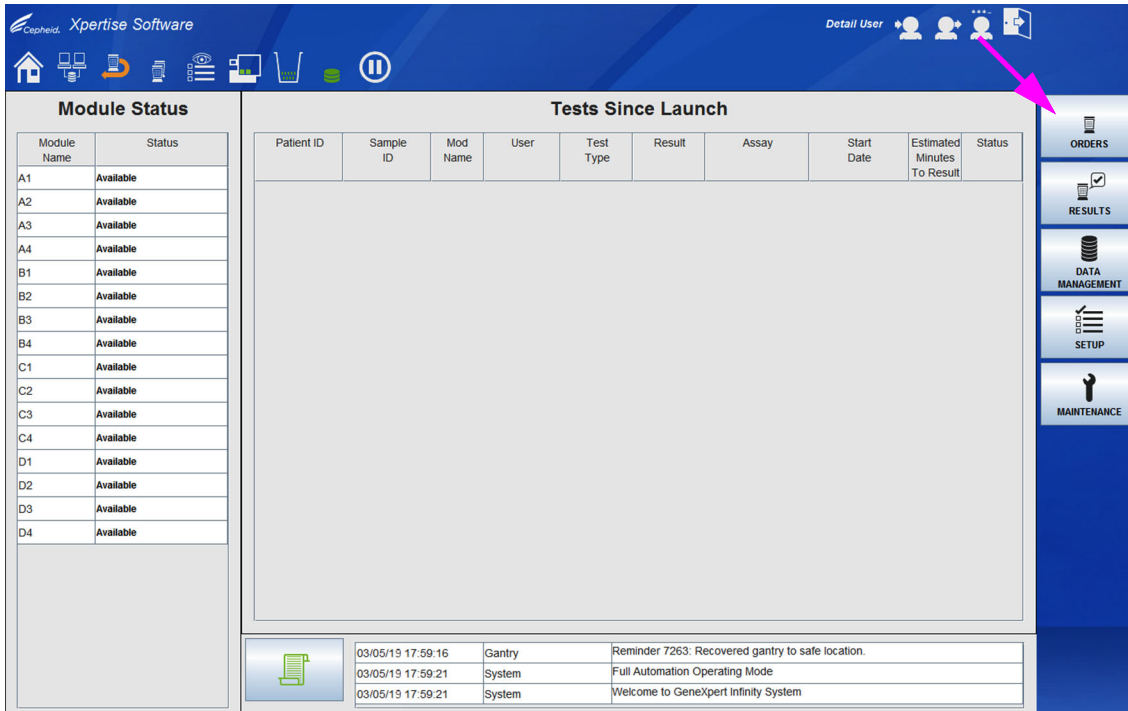
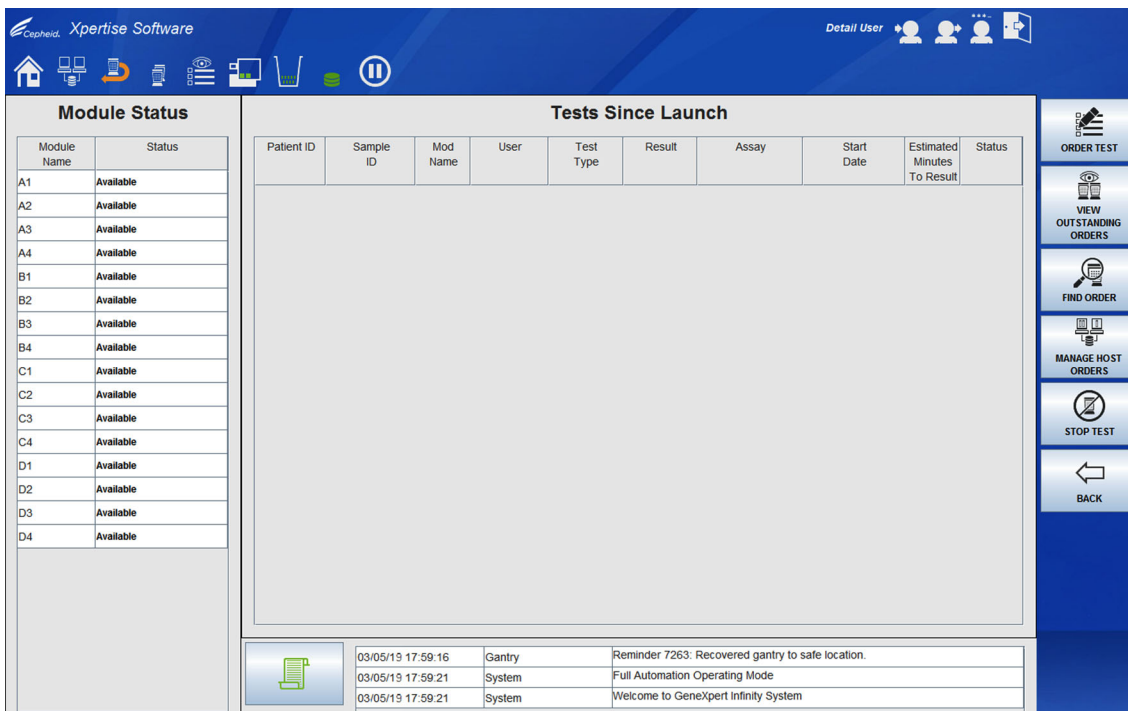
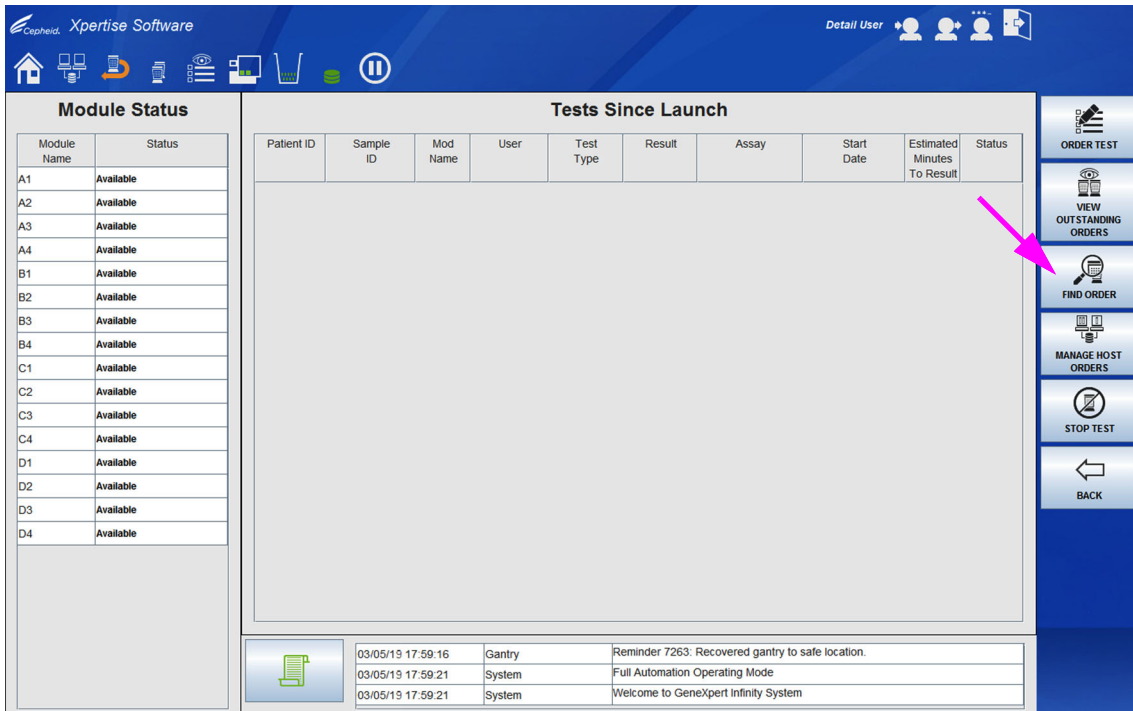
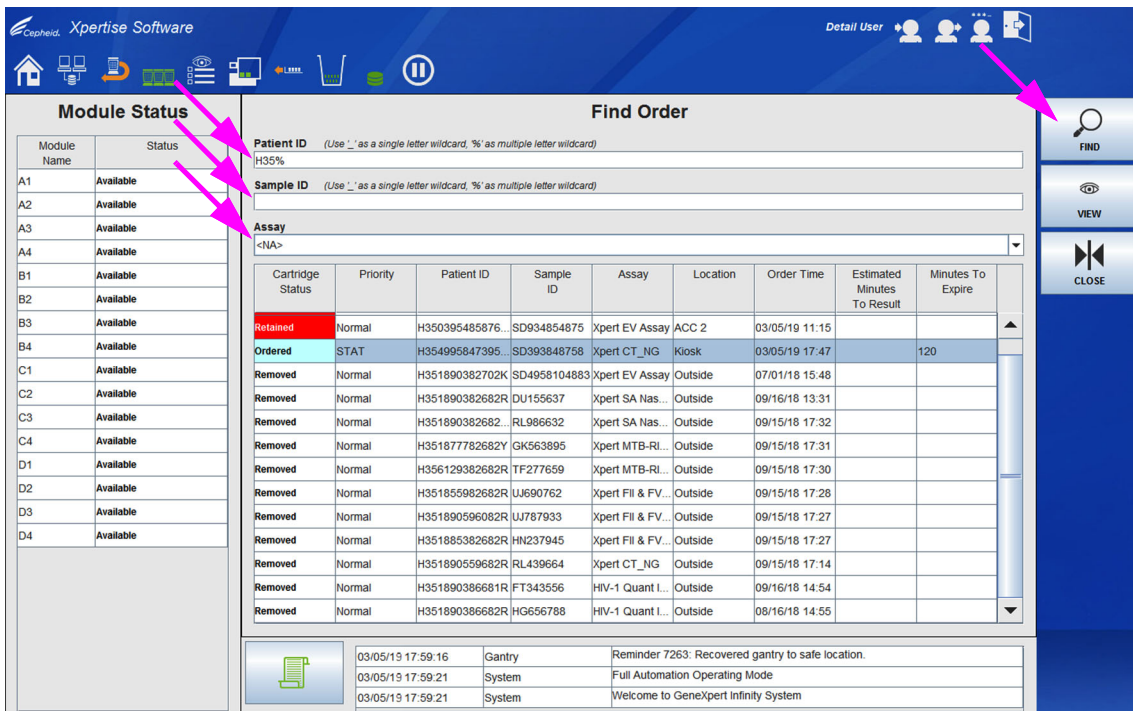

图 10-53. Xpertise 软件主页
图 10-54. Xpertise 软件主页 – 显示的指令菜单
图 10-55. Xpertise 软件主页
图 10-56. 查找指令 (Find Order) 工作区
按指令 (ORDERS) 菜单按钮（参见图 10-53）会显示指令测试 (Order Test) 菜单。请参见图 10-54。
以下所列为本手册中说明指令 (Orders) 菜单工作区中（参见图 10-54）各按钮功能的章节：
查找指令 (Find Order) 工作区可让您找到与该患者 ID (Patient ID)（如果在系统配置常规 (System Configuration General) 工作区中选择了**使用患者 ID (Use Patient ID)**）、样品 ID (Sample ID) 和检测法相关联的一个指令测试（待办、进行中或已完成）。请参见图 10-56。
1. 在 Xpertise 软件主页工作区（请参见图 10-53），选择**指令 (ORDERS)** 按钮。将显示指令 (Orders) 菜单。请参见图 10-55。
2. 选择**查找指令 (FIND ORDER)** 按钮（参见图 10-55）。查找指令 (Find Order) 工作区会显示。请参见图 10-56。
4. 在输入患者 ID (Patient ID)、样品 ID (Sample ID) 和/或检测法后, 选择**查找 (FIND)** 按钮。请参见图 10-56。系统会在数据库中搜索指令。
6. 选择**关闭 (CLOSE)** 按钮。查找指令 (Find Order) 工作区、查看指令 (View Order) 工作区或查看结果 (View Results) 工作区关闭, 并且显示指令 (Order) 菜单。请参见图 10-55。